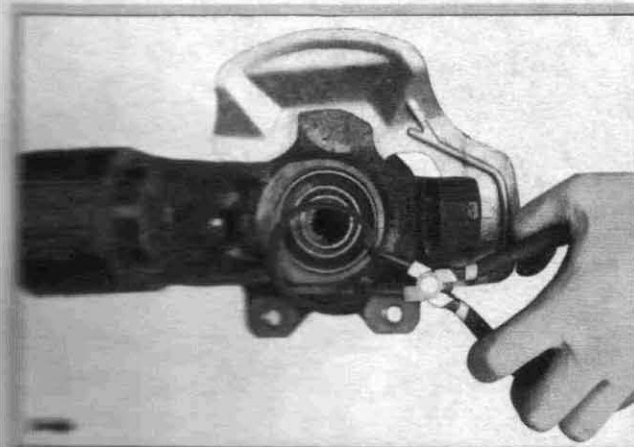

Рис. 5.17. Извлечение наружного стопорного кольца
- из отверстия поворотного кулака извлечь наружное стопорное кольцо (рис. 5.17);